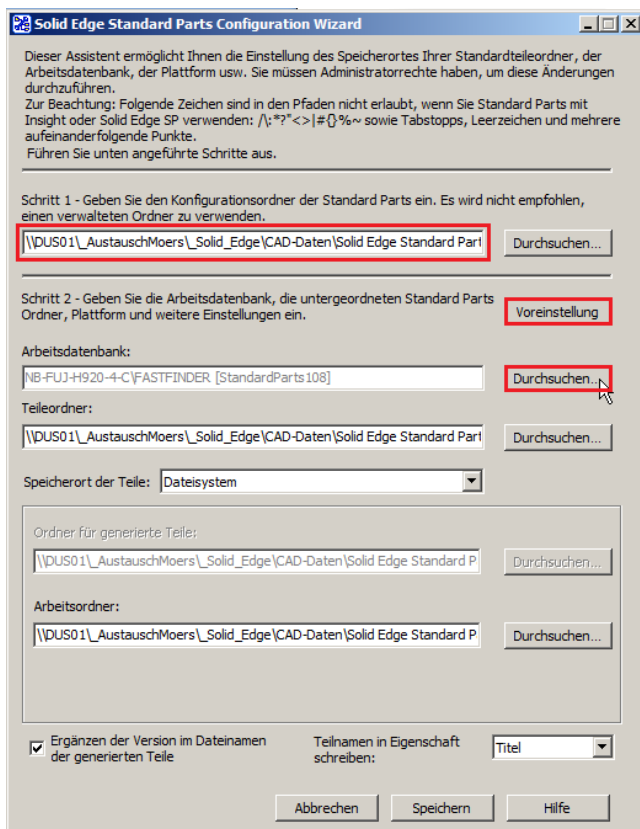

Abbildung 17
- 4.3. Anschließend klicken Sie neben dem Feld *Arbeitsdatenbank* auf *Durchsuchen*. Der Datenbankmanager öffnet sich (Abb. 17). Wählen Sie *Externe Datenbank im Netzwerk*.